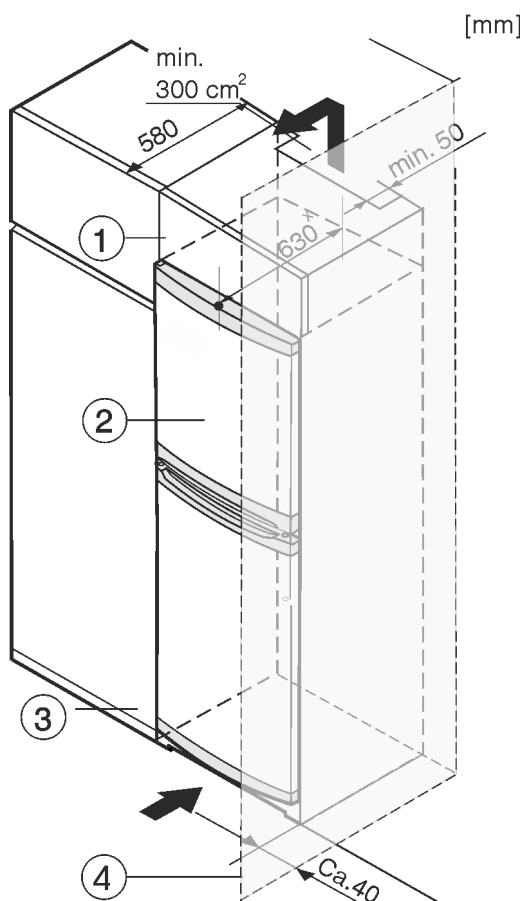

Fig. 8
- (1) Pealiskapp
- (2) Seade
- (3) Köögikapp
- (4) Sein
× Kaasapandud seinavahehoidikutega seadmete puhul suureneb mõõt 35 mm (vt. 4.2 Seadme paigaldamine) võrra. Seadet saab köögikappidega ümbritseda. Kohandamiseks seadet Fig. 8 (2) köögitasapinna kõrgusele, saab seadme kohale paigaldada pealiskapi Fig. 8 (1).
Köögikappidesse sisseehitamisel (sügavus max 580 mm) võib seadme vahetult köögikapi Fig. 8 (3) kõrvale üles panna. Seade ulatub 34 mm x ja seadme keskkoh 50 mm x köögikapi esiküljest ettepoole.
Kui seade pannakse šarniiridega seina Fig. 8 (4) kõrvale üles, siis tuleb pidada kinni seadme ja seina vahekaugusest vähemalt 40 mm. See vastab käepideme üleulatusele avatud ukse korral.